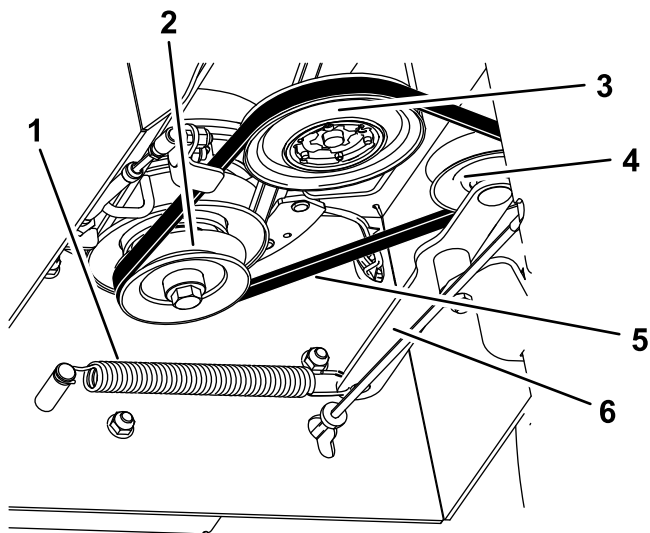

Bild 30
4. Entfernen Sie die Verlängerungsfeder vom Spannarm (Bild 30).
6. Legen Sie den neuen Getrieberiemens um die Kupplungs-, Getriebe- und Spannriemenscheibe (Bild 30).